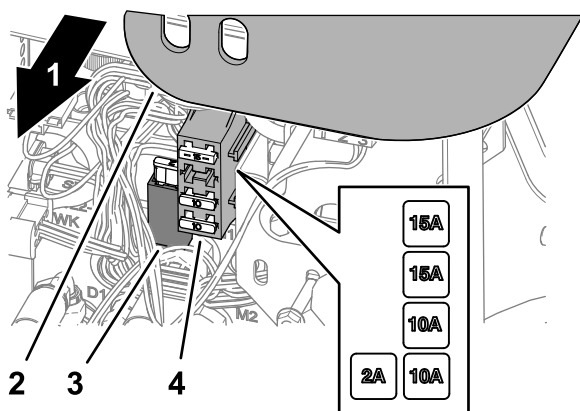

Figura 65
1. Levante a cobertura do braço de controlo (Figura 65).
2. Localize o fusível queimado no suporte de fusíveis ou bloco de fusíveis (Figura 65).
4. Monte a cobertura no braço de controlo (Figura 65).